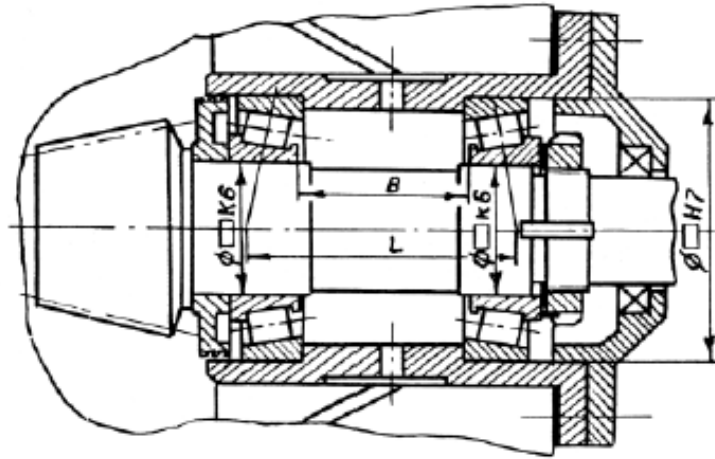

Рис. 6.5
**Задача 6.5.** Подобрать подшипники для вала конической шестерни по схеме (рис. 6.5), если на подшипники действуют радиальные силы  $F_{R1}$ ,  $F_{R2}$  и осевая сила  $F_A$ . Коэффициент безопасности –  $K_B$ , коэффициент вращения  $V = 1$ , температурный коэффициент –  $K_T$ . Диаметры посадочных мест вала –  $d_B$ , частота вращения вала –  $n$ , срок службы подшипников –  $L_h$ .